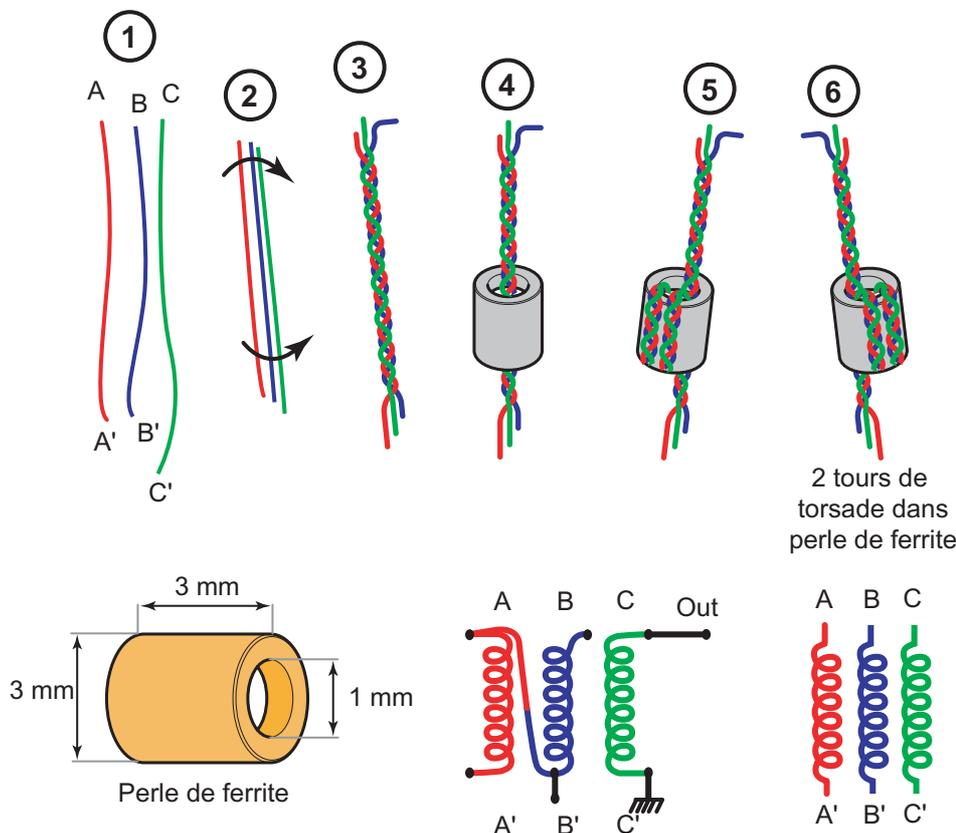

Figure 1 Confection d'un tore tri-filaire
- Un ampli HF stable à deux étages développant un gain de 30 dB avec un BF960 ou BF961 et un 2N2222 (la technique des Hombrewer japonais). (figure 1 – planche N°3)
A) Le mélangeur à diodes (Figure 1 et 2,)
La construction d'un tel mélangeur (figure 1 planche 2) n'est pas très compliquée et vaut la peine de s'y attacher. Elle a fait l'objet d'un article complet en novembre 1999 dans la revue Radio REF, mais comme certains lecteurs de « Ondes Courtes Informations », les Internautes ne peuvent pas tout lire. Nous nous permettrons d'en rappeler certaines lignes.
Schéma Ampli HF réception gain 30 dB (Figure 1 planche 3)
- **Disposition des bobines :** comme sur la figure 1 disposer les bobines distantes de 20 mm, les fixer par collage à la cyanolite sur une plaque (époxy simple face, feuille en fer blanc de 2/10^{ème} de mm). Cette plaque sera collée d'avance sur un morceau de bois stratifié (chute de meubles de cuisines) de 8 x 8 cm.
L'étude du schéma figure 1 démontre que le gain conjugué des deux transistors reste modéré. Les 30 dB de gain annoncés ne sont pas excessifs, à remarquer la self FB dans le circuit de sortie drain de TR1 et collecteur de TR2 ; ce montage présente un gain maximum sans pertes et l'étage avec le 2N2222 est universel. Il sera utilisé à quatre reprises. Il est d'origine japonaise à usage large, son gain : 20 dB. Il est également capable de délivrer 100 mW HF en émission. Le point A sera relié à l'entrée du mélangeur L1 et L2 mandrin en PVC électrique Ø 16 mm , long. = 40 mm